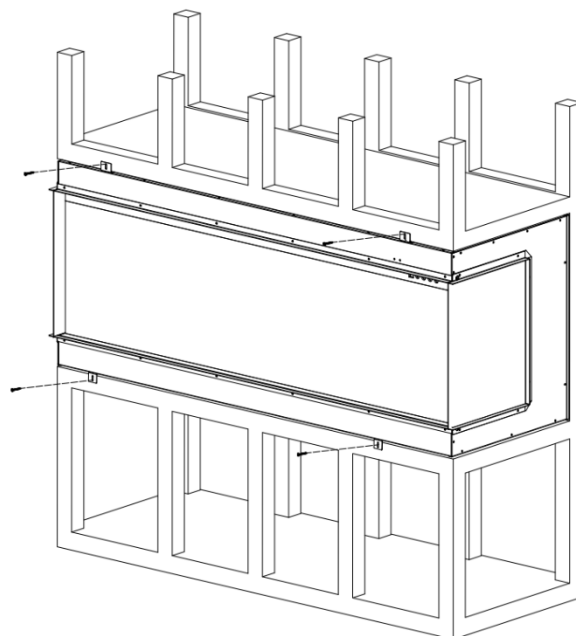

Fig.3-3
9. Introduzca el hogar en el hueco de la pared. Introduzca los tornillos de fijación en los soportes y en los montantes de la pared. Enchufe y compruebe si la chimenea funciona correctamente. Fig.3-3